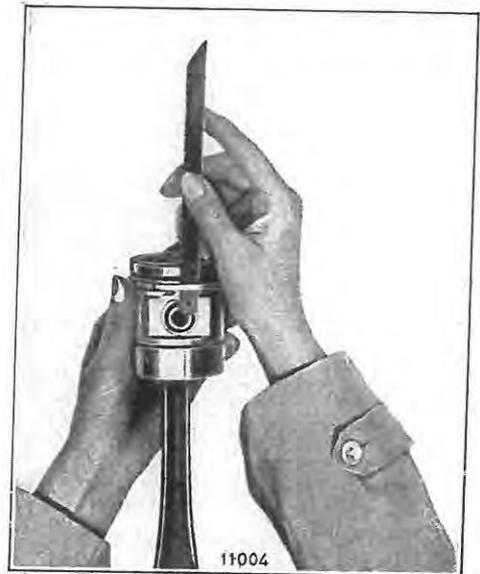

Fig. 26. Démontage d'un segment de piston.
14. Retirer les segments (Fig. 26).